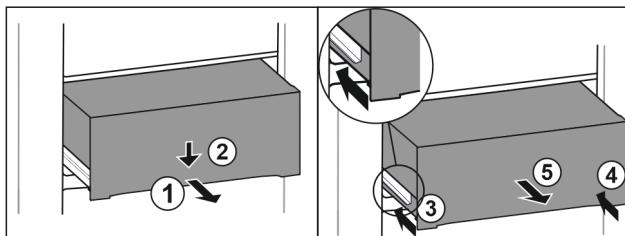

Fig. 104
- Втягніть ящик на половину. Fig. 104 (1)
- Спрямуйте висувний ящик вниз спереду. Fig. 104 (2)
- Вставте ліву рейку приблизно на 2 см. Fig. 104 (3)
- Вставте праву рейку приблизно на 2 см. Fig. 104 (4)
- Вийняти висувний ящик рухом вперед. Fig. 104 (5)